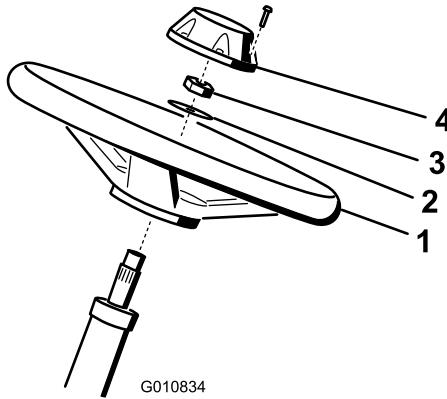

図 4
1. ハンドルをステアリングシャフトにはめ込む 図4。
2. ワッシャをステアリングシャフトにはめ込む 図4。
3. ジャムナットでハンドルを固定し、2735 N.m にトルク締めする 図4。
4. キャップを取り付け、ねじで固定する 図4。